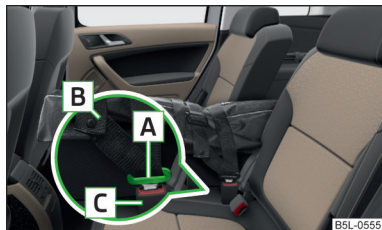

Fig. 76
- › Introduceți elementele de prindere » fig. 76 în butucii de fixare ai centurii de siguranță din mijloc, mai întâi pe o parte, apoi pe cealaltă.